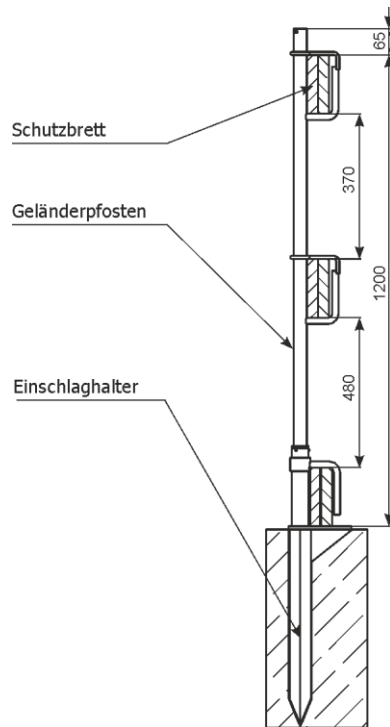

Abb. 53 Montage des Systems beim Einsatz von Einschlaghaltern
2.11 Montage der Einschlaghalterung (Abb. 53)